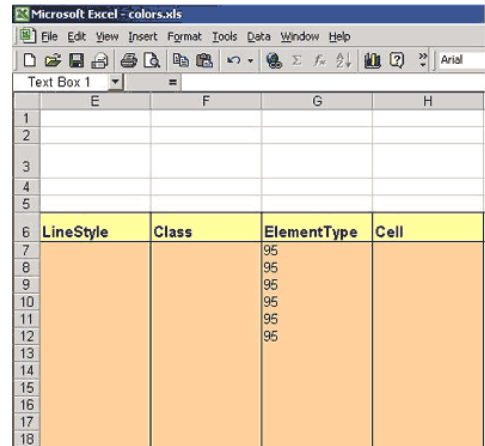

Figure 4
- Sur la même ligne, saisissez "95" dans la colonne Element-Type (figure 4).